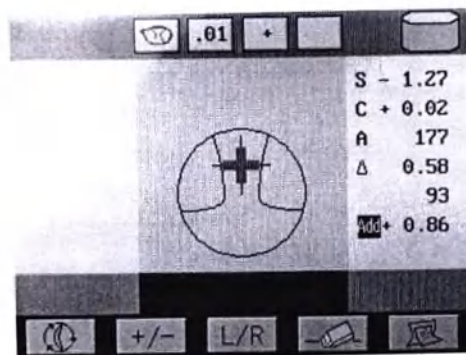

рис.24
4. Переместите линзу немного к себе согласно стрелке экрана до креста в центр "О". Затем "О" сменится на "+", измерение закончится. (рис.24)